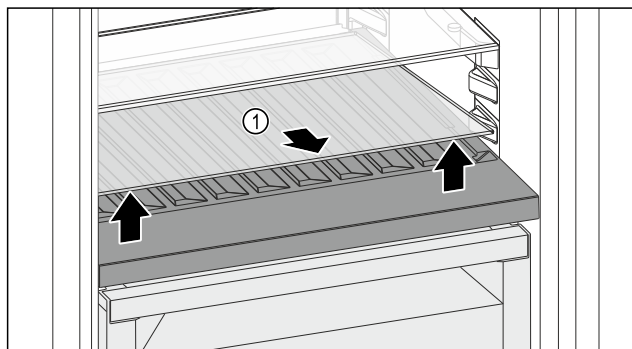

Fig. 127
- ▶ Приподнимите стеклянную пластину Fig. 127 (1) за выемку спереди и извлеките.
- ▶ Уложите стеклянную пластину Fig. 127 (1) на хранение вне устройства.
- ▶ Установите стеклянную пластину (2) под сменной полкой для хранения бутылок.